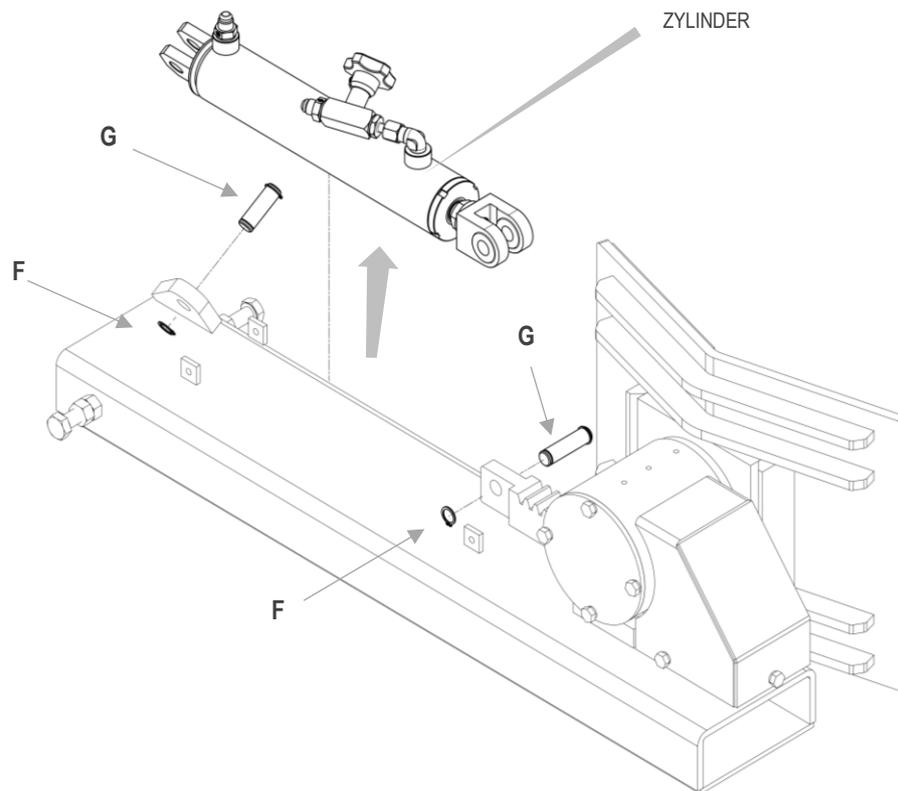

Abbildung 44
- Den Gummiring **F** auf der Hinterseite des Zylinders entfernen und den Stift **G** entfernen, der den Zylinder an der Halterung befestigt. Auf dieselbe Weise, geht man mit dem Stift vor, der das Vorderteil des Zylinders befestigt (siehe Abbildung 44)